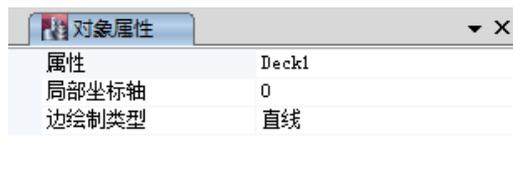

图 3-24 壳对象属性对话框
2. 点击**绘制楼板/墙**按钮，主窗口左下角弹出壳**对象属性**对话框，如图 3-24 所示。